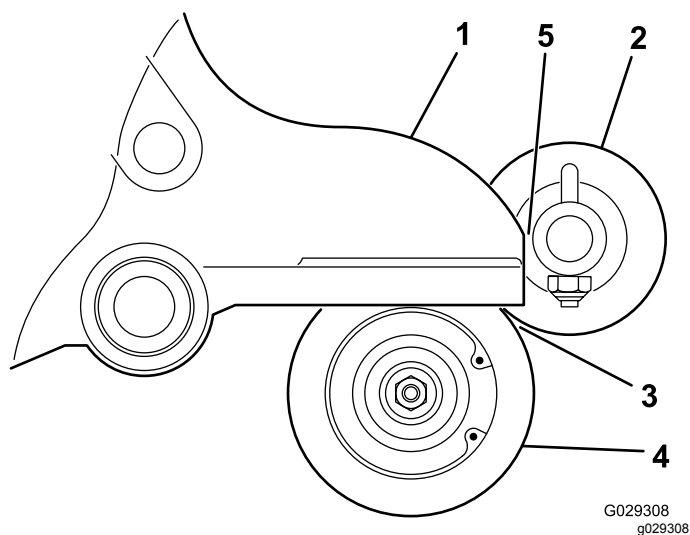

図 14
16. ローラブラシが後ローラにちょうど触れるようにローラブラシの位置を決める 図 14。